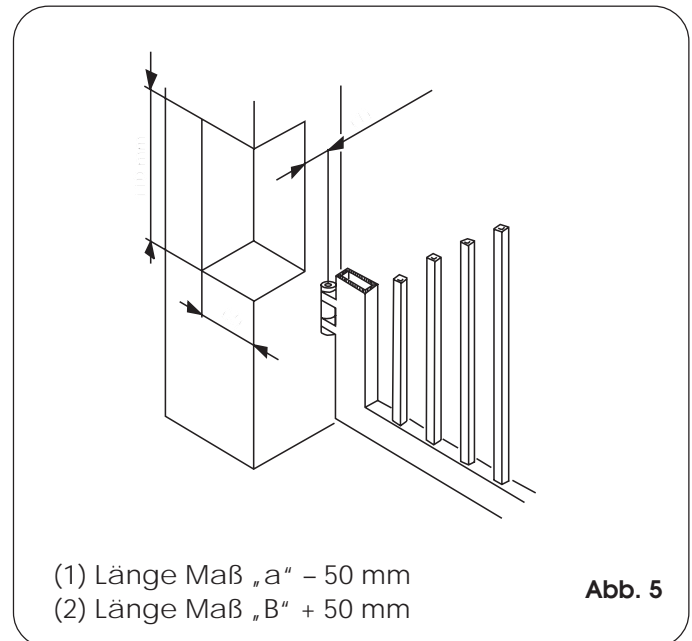

Abb. 5
- Wenn aufgrund der Abmessungen des Pfostens oder der Position des Scharniers (Maß **d**) keine Möglichkeit besteht, das Maß **a** auf das gewünschte Maß zu beschränken, muss eine Nische auf dem Pfosten ausgeführt werden, siehe Abb. 5;